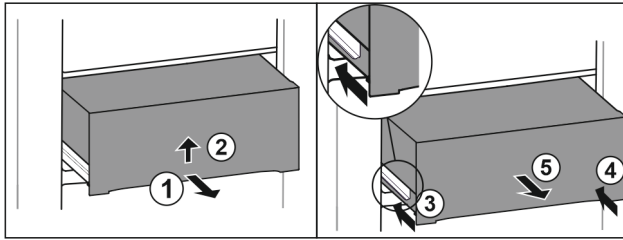

Fig. 31
- ▶ Extraiga el cajón hasta la mitad. Fig. 31 (1)
- ▶ Levantar la parte inferior del cajón Fig. 31 (2).
- ▶ Inserte el riel izquierdo. Fig. 31 (3)
- ▶ Inserte el riel derecho. Fig. 31 (4)
- ▶ Extraiga el cajón hacia adelante. Fig. 31 (5)